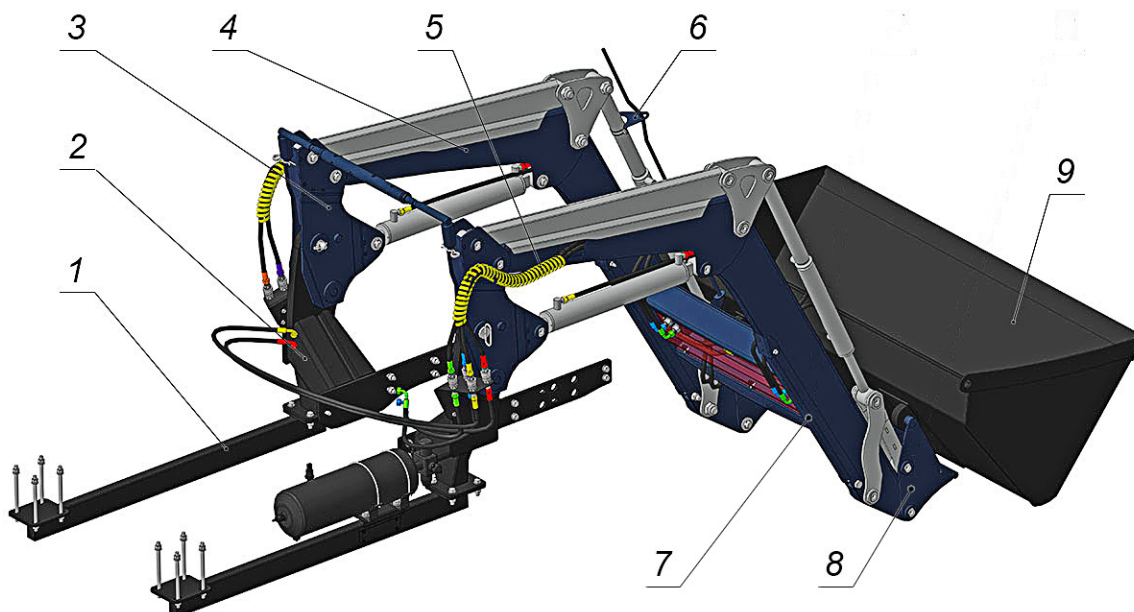

Рис. 1.12 – Общий вид
Погрузчик состоит из двух тяг на задний мост (правая и левая) ①, двух подрамников (правый и левый) ②, двух пяток (правая и левая) ③, стрелы ④, гидросистемы ⑤, указателя уровня ковша ⑥, двух упоров ⑦, подвески ⑧, рабочего органа ⑨ - поставляется отдельно (рис. 1.12).